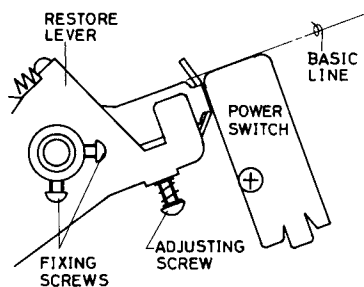

Fig. 3
- a) Adjust by gradually turning the screw (see Fig. 3) so that the tonearm returns to the arm rest when the stylus tip reaches the zone designated on the record RG-667 (between 56-65mm from the center shaft). The tonearm should be placed on the arm rest when turning the screw.
- b) With the tonearm fixed onto the arm rest, adjust the position of the restore lever so that its end (which comes in contact with the power switch) is positioned as shown in Fig. 3, and secure the set screws.
- a) Régler en tournant la vis progressivement (voir Fig. 3) de façon à ce que le bras de lecture revienne sur le repose-bras lorsque l'extrémité de la pointe de lecture atteint la zone indiquée sur le disque RG-667 (entre 56 et 65mm de l'axe central). Le bras de lecture doit être placé sur le repose-bras lorsque la vis est tournée.
- b) Le bras de lecture étant fixé sur son support, ajuster la position du levier d'élévation de façon à ce que son extrémité (entrant en contact avec l'interrupteur) soit positionnée comme illustré sur la Fig. 3, et serrer les vis de fixation.